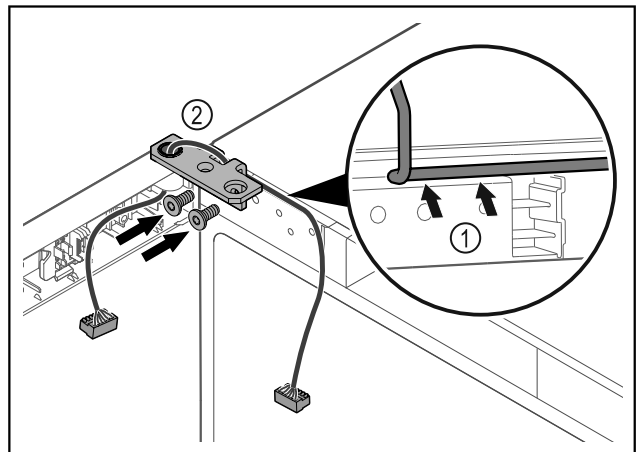

Fig. 46
- ▶ Вкарайте кабела през прореза на ъгъла на пантата и го положете внимателно Fig. 46 (1).
- ▶ Завинтете ъгъла на пантата Fig. 46 (2).